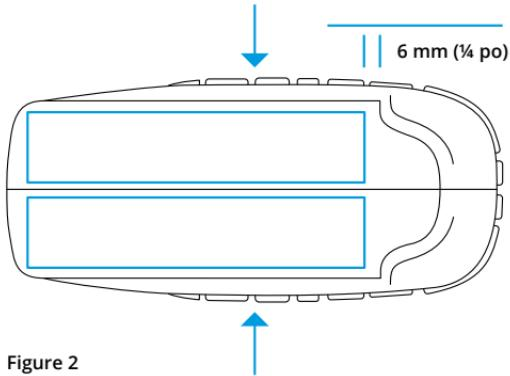

Figure 2
1. Appliquez une fine couche de colle cyanoacrylate sur la surface de collage de la semelle en caoutchouc. L'adhésif doit être à 6 mm ( $\frac{1}{4}$  de pouce) du bord du logement des orteils, voir Figure 2.
3. Pressez les deux moitiés de la semelle en caoutchouc ensemble dans le sens indiqué par les flèches à la Figure 2.